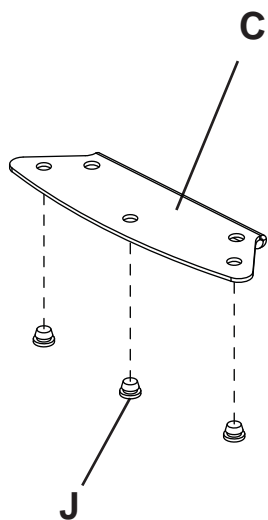

FIGURA 2.1
- 1** Fije el tubo vertical (B) en la base sostenedora (H) utilizando un casquillo de plástico (AA), un tornillo pasador de cabeza hueca de M5 x 55 mm (R) y una tuerca de M5 (S), como se muestra en el detalle 1.
- 2** Inserte tres paragolpes de botón (J) en el soporte de abrazadera para repisas (C), como se muestra en la figura 2.1.